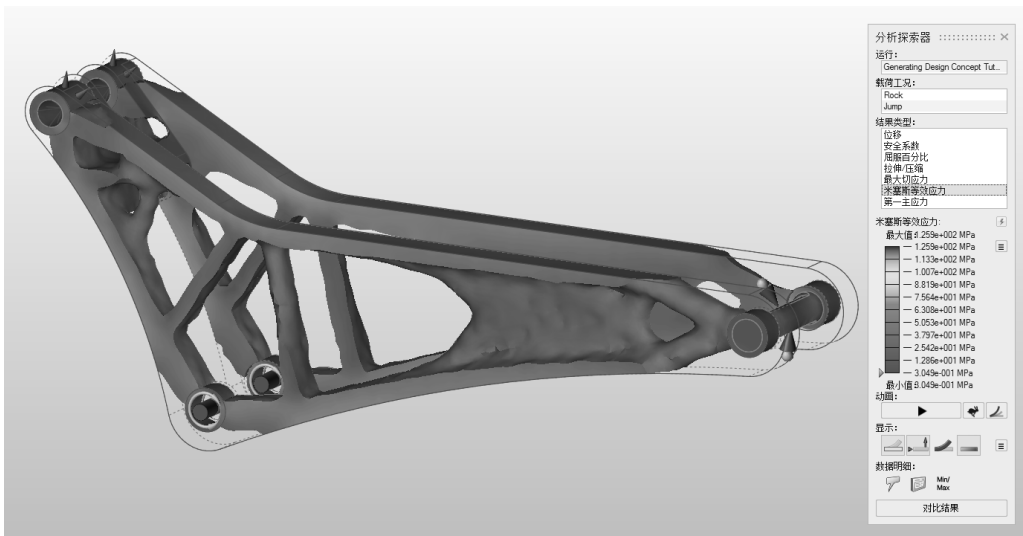

图 10-14
1) 如果 Jump 载荷工况仍为选中状态, 则将结果类型切换为米塞斯等效应力, 如图 10-14 所示。